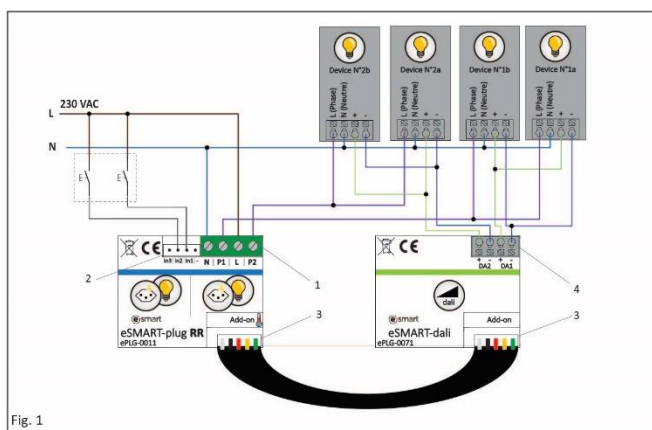

Fig. 1
L'eSMART-dali est composé de 4 bornes à ressort (4, Fig.1). L'eSMART-plug se raccorde sur le réseau électrique 230 V AC/50 Hz.
- Raccordez l'alimentation 230 V AC (1, Fig.1) sur les bornes P et N. Respectivement, la Phase sur la borne P et le Neutre sur la borne N, comme indiqué sur le schéma.
- Raccordez les driver #1 et/ou #2 (1, Fig.1) sur les bornes P1 et P2. Respectivement, le driver #1 sur la borne P1 et/ou la driver #2 sur la borne P2, comme indiqué sur le schéma.
- Raccordez les sorties DA1 et/ou DA2 (4, Fig.1) sur les drivers respectifs, comme indiqué sur le schéma.
- Le cas échéant, connecter le eSMART-plug-RR (3, Fig.1) sur le connecteur prévu à cet effet.
Das eSMART-dali hat 4 Federkraftklemmen (4, Abb. 1). Das eSMART-plug wird an das Stromnetz 230 V AC/50 Hz angeschlossen.
- Schließen Sie die Stromversorgung 230 V AC (1, Abb. 1) an die P- und N-Klemmen an, und zwar Phase an Klemme P und Neutral an Klemme N, wie in der Abbildung dargestellt.
- Schließen Sie die Dimmer # 1 und / oder # 2 (1, Abb. 1) an die Klemmen P1 und P2 an. D. h., Dimmer # 1 an Klemme P1 und / oder Dimmer # 2 an Klemme P2, wie in der Abbildung dargestellt.